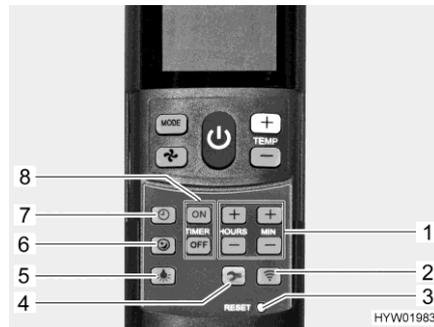

Bild 237 Fernbedienung mit Einstell-tasten (Klimaanlage)
Sanftlauf einschalten: ■ Taste Sanftlauf (Bild 237,6) drücken. Im Kühlbetrieb läuft das Gebläse dann mit niedriger Drehzahl und deshalb besonders leise.
Uhrzeit einstellen: ■ Taste Uhrzeit (Bild 237,7) drücken.
■ Mit den Tasten (Bild 237,1) Stunden und Minuten einstellen.
Einschaltzeit programmieren: ■ Taste "ON" (Bild 237,8) drücken.
■ Tasten für die Zeiteinstellung (Bild 237,1) drücken, bis die gewünschte Zeitspanne bis zum Einschalten erreicht ist.
■ Taste "ON" (Bild 237,8) drücken.
Ausschaltzeit programmieren: ■ Taste "OFF" (Bild 237,8) drücken.
■ Tasten für die Zeiteinstellung (Bild 237,1) drücken, bis die gewünschte Zeitspanne bis zum Ausschalten erreicht ist.
■ Taste "OFF" (Bild 237,8) drücken.
Timer deaktivieren: ■ Taste "ON" oder Taste "OFF" (Bild 237,8) erneut drücken.
Beleuchtung einschalten: ■ Taste Licht (Bild 237,5) drücken. Das Licht wird mit der zuletzt eingestellten Dimmstufe eingeschaltet.
Beleuchtung dimmen: ■ Taste Licht (Bild 237,5) drücken und gedrückt halten, bis die gewünschte Helligkeit erreicht ist.
Beleuchtung ausschalten: ■ Taste Licht (Bild 237,5) drücken.
▷ Die Taste Setup (Bild 237,4) dient dazu, die Fernbedienung bei der ersten Inbetriebnahme mit der Klimaanlage zu verbinden.